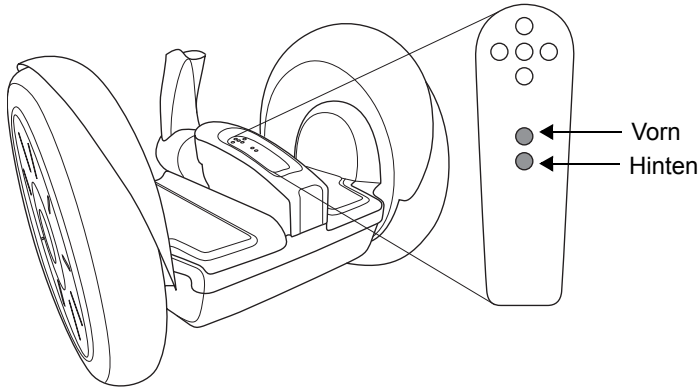

Abbildung 23. Position der Ladeanzeigeleuchten
6. Stellen Sie sicher, dass beide Ladeanzeigeleuchten an der Konsole grün leuchten; damit wird bestätigt, dass die Akkus aufgeladen werden (siehe **Abbildung 23**).
Die beiden Ladeanzeigeleuchten an der Konsole zeigen den Ladestatus der Akkus an, wenn der Segway PT an das Stromnetz angeschlossen ist. Die vordere Leuchte entspricht dem vorderen Akku und die hintere Leuchte dem hinteren Akku (siehe **Abbildung 23**).